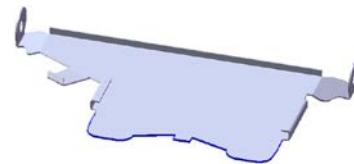
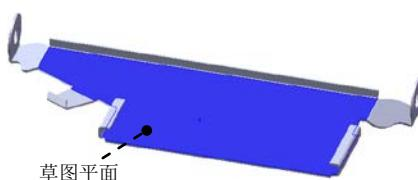

图 6.50 薄片 2
图 6.51 草图平面
(3) 定义切除深度属性。在“切除一拉伸”对话框的 **方向 1** 区域中选中 与厚度相等(L) 复选框与 正交切除(N) 复选框。其他采用系统默认设置值。
(4) 单击  按钮，完成切除一拉伸 4 的创建。
Step20. 创建图 6.50 所示的钣金特征——薄片 2。
(1) 选择命令。选择下拉菜单 **插入(I)** → **钣金(H)** → **基体法兰(A)...** 命令(或单击“钣金”工具栏上的“基体法兰/薄片”按钮 )。
(2) 定义特征的横断面草图。
① 定义草图平面。选取图 6.51 所示的模型表面作为草图平面。